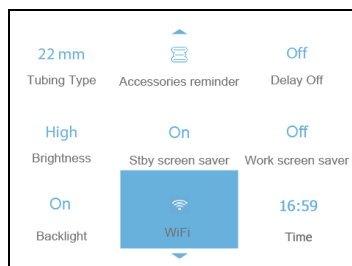
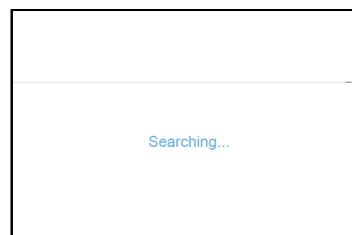

Fig. 16-5
Fig. 16-6
(2) Rotiți **butonul rotativ** până când cursorul rămâne pe opțiunea „**WiFi**”, așa cum se arată în Fig. 16-5. Apăsați **butonul rotativ** și va apărea interfața prezentată în Fig. 16-6. Așteptați 0-5 secunde pentru a accesa automat interfața de configurare „**WiFi**”.